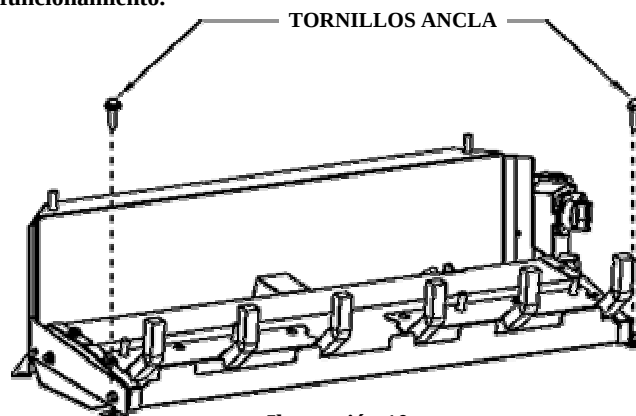

Ilustración 10
Procedimiento de ensamblaje: (Ilustración 10)
3. Fije la rejilla al suelo del hogar usando los tornillos proporcionados. Vea la ilustración 10